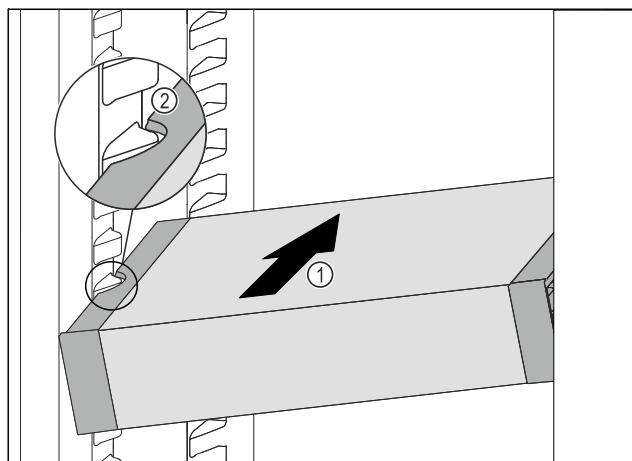

Fig. 83
- Вкарайте VarioSafe под ъгъл в хладилната част Fig. 83 (1), докато страничните прорези Fig. 83 (2) на VarioSafe се намират на височината на реброто на съда в хладилната част.